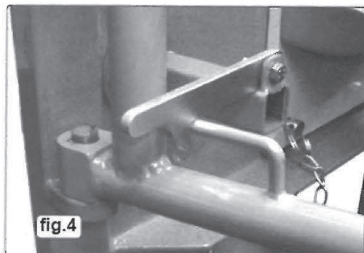

fig.4
4. Fixez le dispositif de protection à l'avant de l'appareil à l'aide de quatre boulons à tête Phillips (fig. 4).